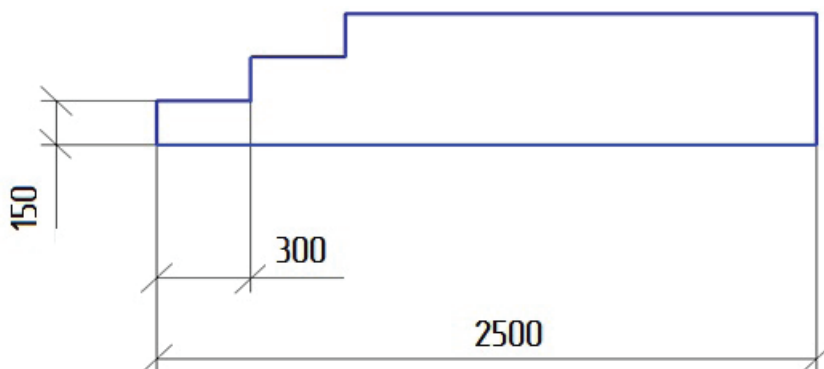

Рис. 3.2.20. Профиль крыльца
1) установите стандартный вид **Спереди** , выбрав его из списка панели **Вид**. Командой **Отрезок** начертите изображение по размерам, приведенным на рис. 3.2.20;
🔧  **ОБЛАСТЬ** Выберите объекты: окном выберем вычерченный профиль крыльца (рис. 3.2.20).